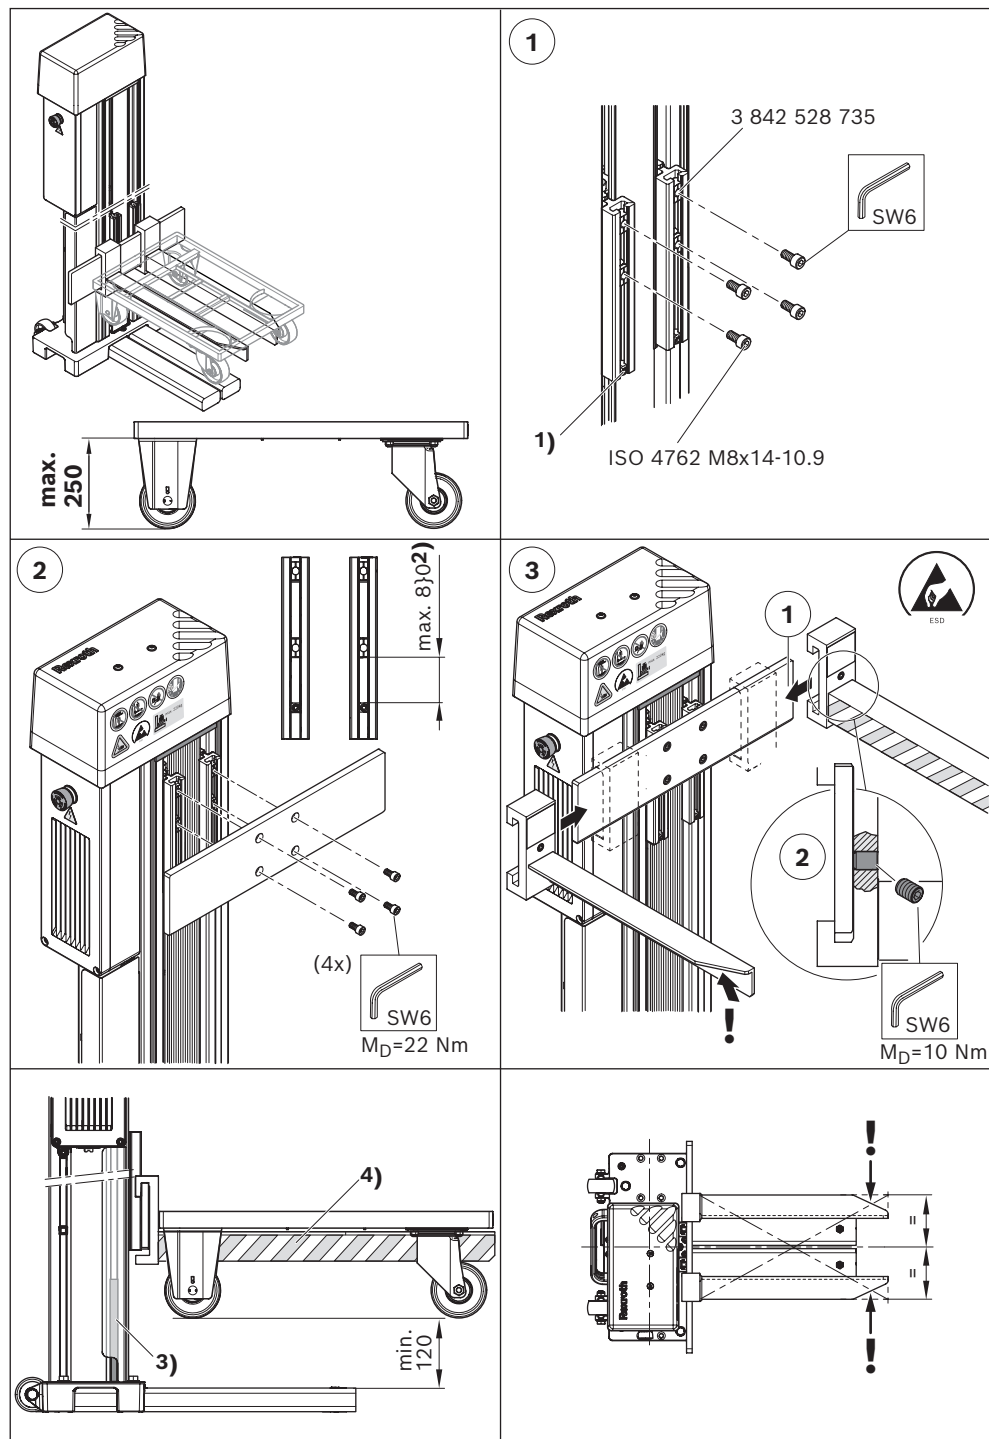

Abb. 19: Montage Anbauplatte, Gabeln für Bodenroller mit max. 250 mm Bodenfreiheit
- Bodenroller mit max. 250 mm Bodenfreiheit (siehe Abb. 19)